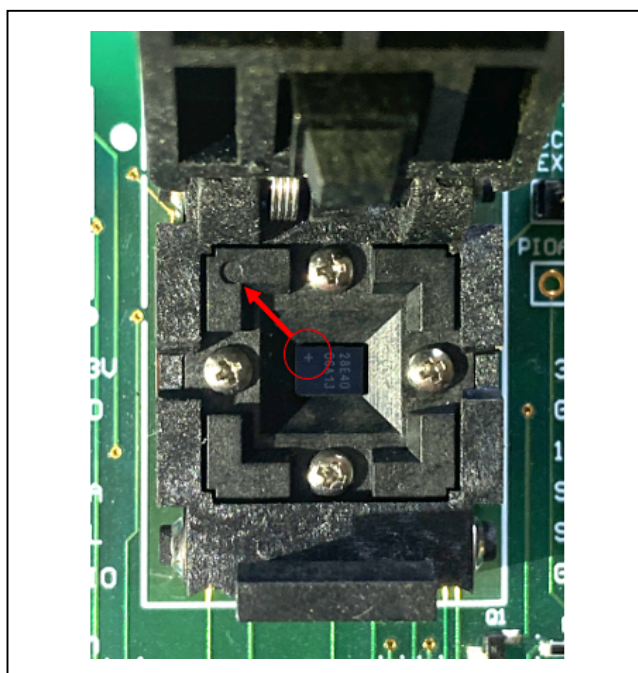

Figure 6. Orientation of the DS28E40 in the Burn-In Socket
- Open the socket and insert a DS28E40G/V+ as shown in Figure 6.